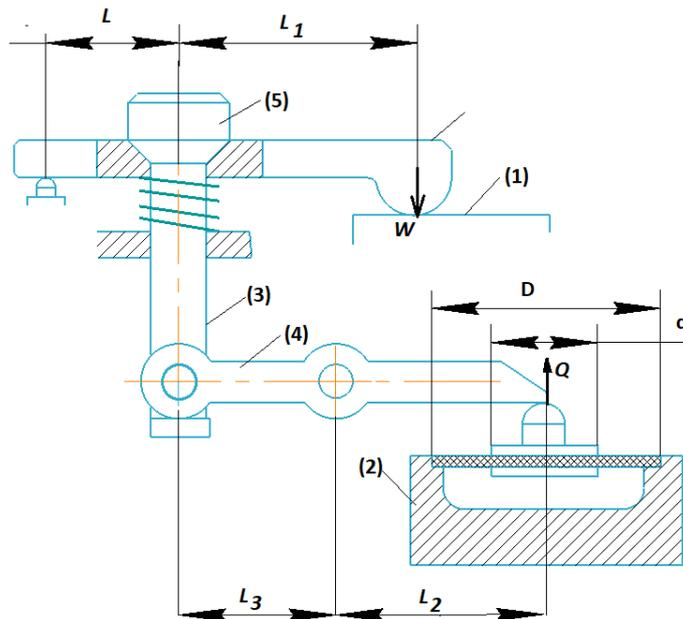

Рис. 3
На фрезерном станке фрезеруется деталь (1), которая закрепляется в зажимном приспособлении при помощи пневмопривода. Пневмопривод состоит из пневмокамеры (2) одностороннего действия с *плоской резиновой диафрагмой*, рычага (3), рычага (4) и тяги (5). Требуется определить, какая сила W будет приложена к детали, если диаметр диафрагмы пневмокамеры равен $D=125 \text{ мм}$, диаметр опорной шайбы $d=88 \text{ мм}$, КПД всего привода $\eta=0,9$; жесткость пружины $k=10000 \text{ Н/м}$, ход тяги равен $x=0,3D$. Длины плеч рычагов: $L=50 \text{ мм}$; $L_1=70 \text{ мм}$; $L_2=70 \text{ мм}$; $L_3=50 \text{ мм}$. Давление воздуха в системе $0,4 \text{ МПа}$. Остальные параметры приведены на рис. 3.